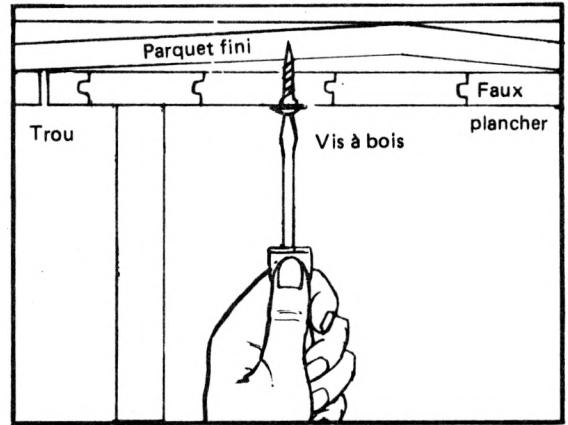

FIG. 10-4 RÉPARATION D'UN PLANCHER QUI CRIE, EN VISSANT LES LAMES DU PARQUET PAR EN-DESSOUS.
(2) Clouez le morceau de bois entre les lombardes.
c. Visser les lames détachées: (Voir à la Fig. 10-4)
(1) Percez de petits trous à travers le faux plancher.
(2) À l'aide de vis à bois de 1 po. ou de 1 1/4 po. tirez le plancher vers le faux plancher.
(3) Joignez des rondelles aux vis pour que les têtes adhèrent avec plus de force.
(4) Choisissez bien la longueur de vos vis pour ne pas endommager la surface du plancher avec des vis trop longues.